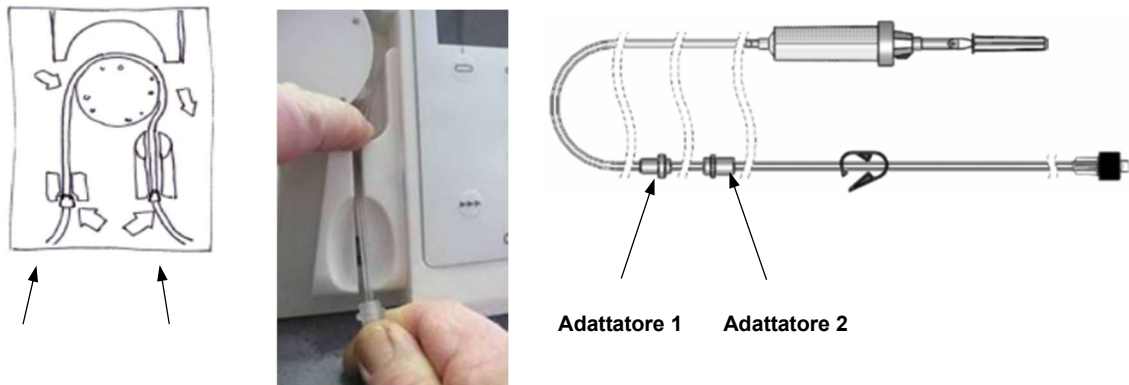

Figura 14
2. Prendere l'adattatore 2 e far passare il tubo sul rotore della **Qiona®**. Con il dito indice sinistro spingere il tubo dietro al rotore verso il basso (vedere *Figura 14*). Contemporaneamente, con la mano destra che tiene l'adattatore 2, far passare il tubo attraverso la fessura a destra, e tirarlo fino all'alloggiamento per l'adattatore 2.